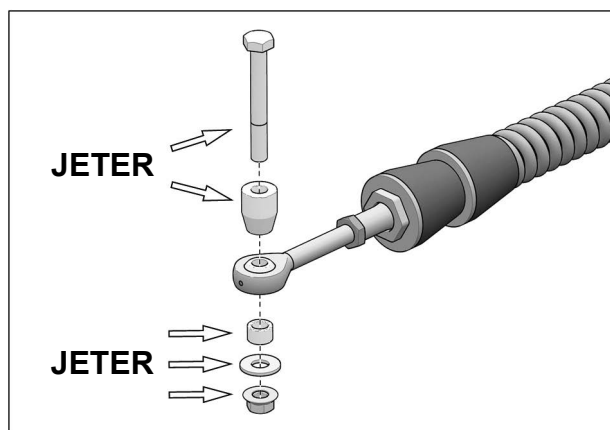

Fig. 3
- Retirer et jeter les boulons, rondelles, espaceurs et écrous aux rotules des bras stabilisateurs des systèmes arrière. Voir la Fig. 3